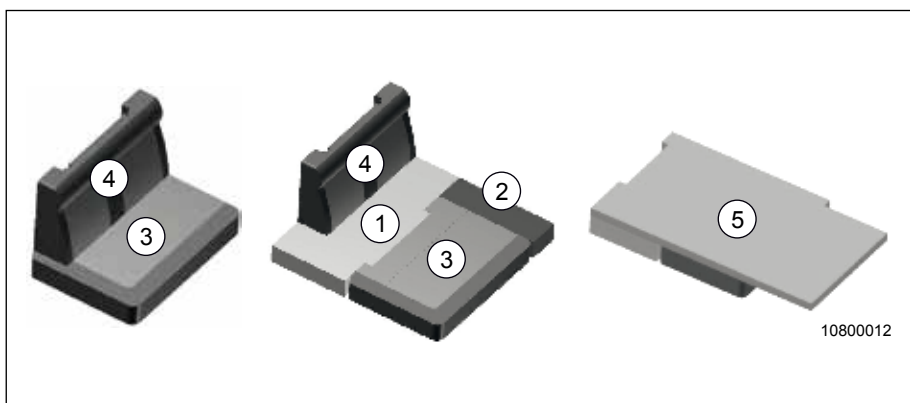

Fig. 21 Ändra om dynor
1. Ta bort sittdynan (Fig. 21, pos. 3) och ersätt den med den stora extradynan (Fig. 21, pos. 1).
2. Lägg sittdynan (Fig. 21, Pos 3) framför den stora extradynan (Fig. 21, pos. 1).
3. Lägg den lilla extradynan (Fig. 21, pos. 2) bredvid sittdynan (Fig. 21, pos. 3).
4. Vid behov kan ryggstödet (Fig. 21, pos. 4) tas bort och förvaras på en säker plats.
5. Lägg madrassen (Fig. 21, pos. 5) över dynorna och se till att den ligger rätt.
- Ryggstödet (Fig. 21, pos. 4) behöver inte tas bort när sittgruppen bäddas. **Detta innebär dock att liggytan blir kortare!**
- Innan madrassen (Fig. 21, pos. 5) läggs på måste nackstöden skjutas uppåt.
- Om ryggstödet (Fig. 21, pos. 4), är monterat, skjut madrassen (Fig. 21, pos. 5) under ryggstödet.